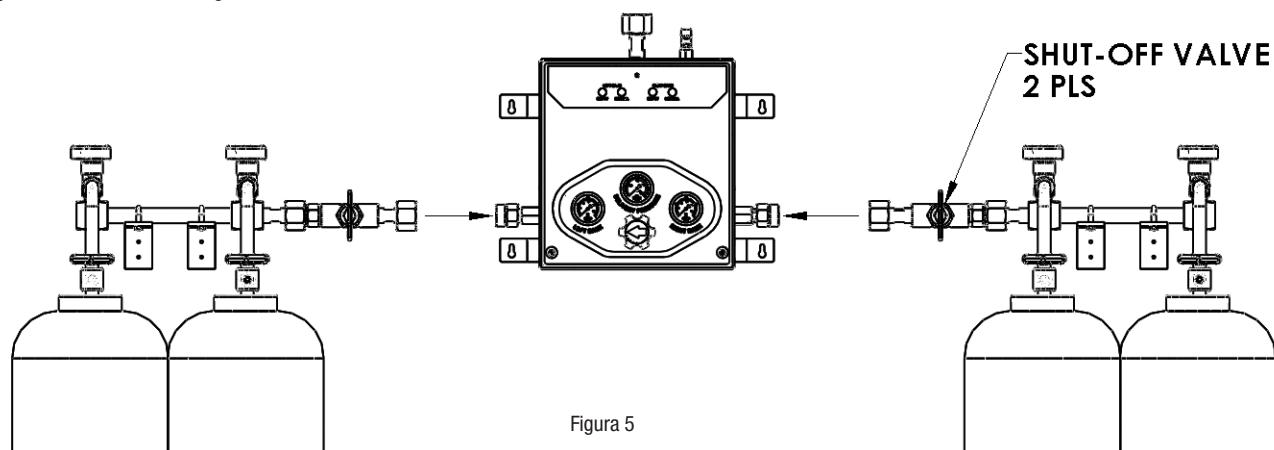

Figura 5
6. Alinee la barra del cabezal derecho e izquierdo con las conexiones de entrada derechas e izquierdas a la caja. Vea la Figura 5 para una ilustración de esto. Asegúrese de que las barras del cabezal estén niveladas y perpendiculares a la caja. Sujete las abrazaderas de montaje del cabezal a la pared con las herramientas adecuadas (no incluidas). Monte la conexión de salida del cabezal a la caja de control del lado derecho e izquierdo. Ajuste con una llave todas las conexiones. Ajuste los tornillos en U en las abrazaderas de montaje del cabezal para sujetar los cabezales en su lugar.